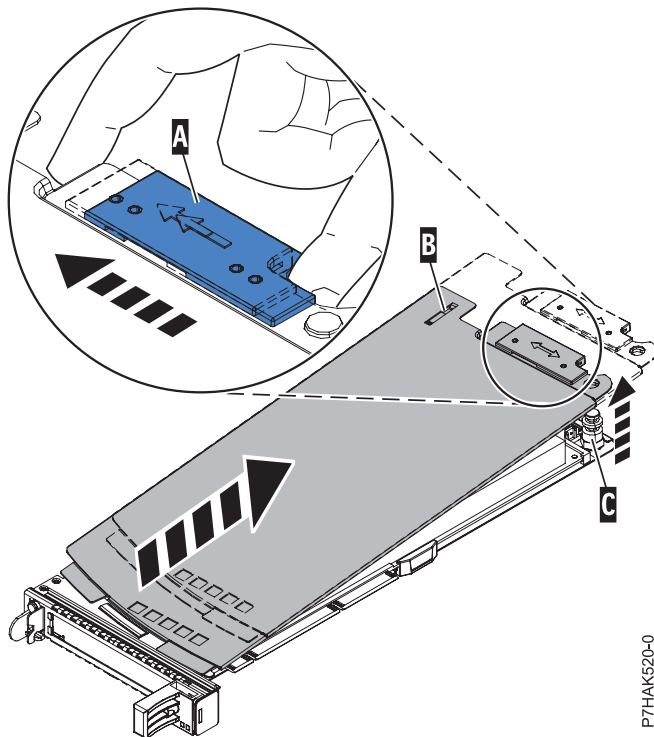

Abbildung 96. Abdeckung der PCIe-Adapterkassette ausbauen
- a. Verschieben Sie die Abdeckungsverriegelung (A) so, dass sie sich von dem Drehstift (C) löst (siehe Abb. 96 auf Seite 95).
- b. Heben Sie die Abdeckung (B) von dem Drehstift (C) ab.